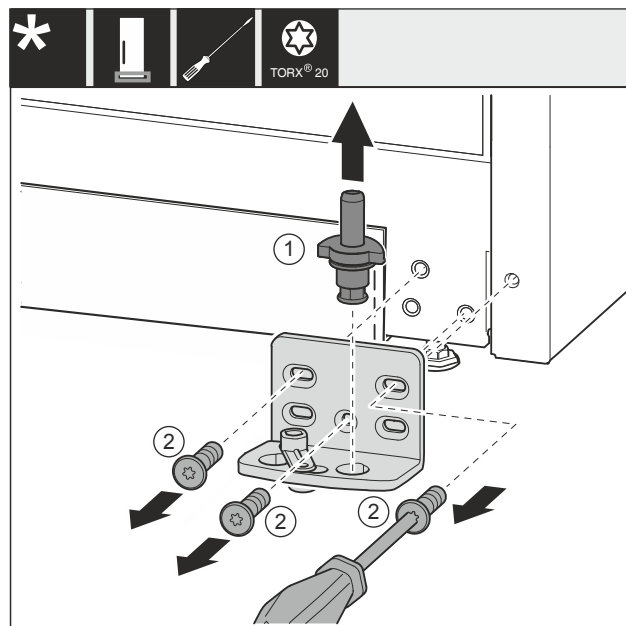

Fig. 33 \*
- ▶ Wyjąć kompletny trzpień zawiasu Fig. 33 (1) w górę.\*
- ▶ Wykręcić śruby Fig. 33 (2) śrubokrętem i zdjąć płytkę zawiasu.\*